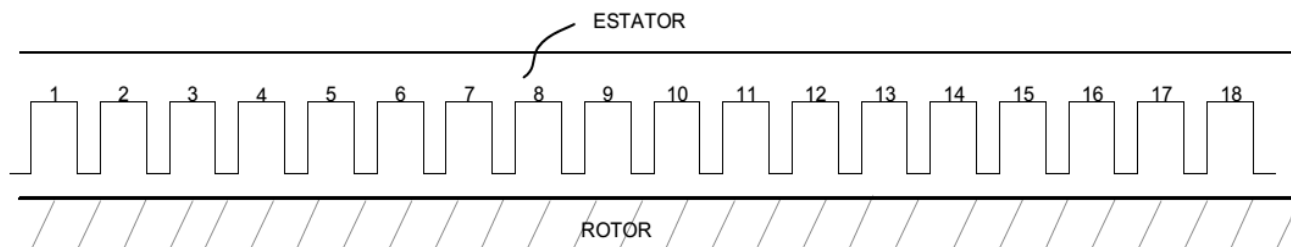

Figura 1 - Enrolamento planificado do enrolamento estatórico de dupla camada com 18 ranhuras.
- Desenhe um conjunto de 18 ranhuras para 2 dos 14 polos (Figura 1) e localize os lados das bobinas para todas as três fases nessas ranhuras colocando por exemplo as letras $a_1, a_1', b_1, b_1', c_1, c_1'$ nos locais apropriados.